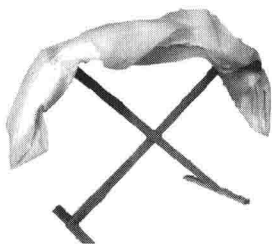

图 1-9 保险杠及支撑架
(2)材料:卡子(有些卡子会在拆装之前或拆卸过程中损坏,所以要准备一些卡子备用)、新前保险杠。为防止新保险杠损伤,安装前将其放在支撑架上(图 1-9)。